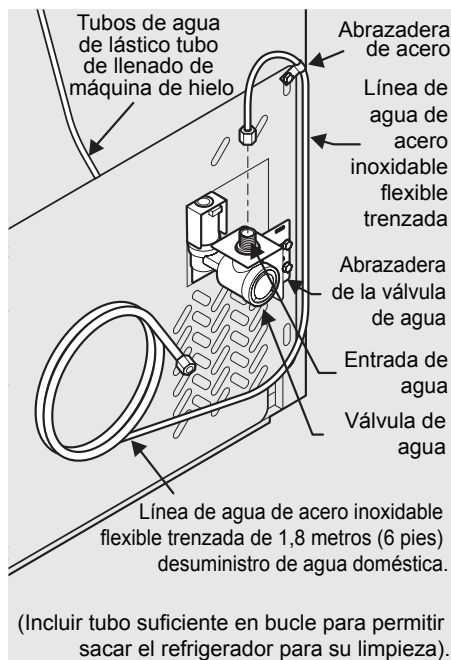

Figura 2
**Si utiliza tuberías polilínea o de acero inoxidable flexible trenzado** - La tuerca ya está montada en la tubería. Deslice la tuerca en la entrada de la válvula y apriete manualmente sobre la válvula. Apriete otra media vuelta con una llave. NO sobrepriete. Consulte la Figura 2.